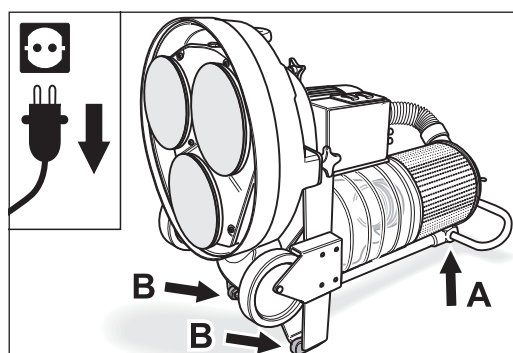

Fig. 52 Incline hacia atrás la máquina para poder accederse a las herramientas. **¡Ponga atención en que la máquina tenga una posición segura!**
- 4 Incline hacia atrás cuidadosamente la máquina en el asidero hasta que la máquina descansa con seguridad sobre el tubo guía y ambas gomas protectoras (Fig. 52). **¡Ponga atención en que la máquina tenga una posición segura!**